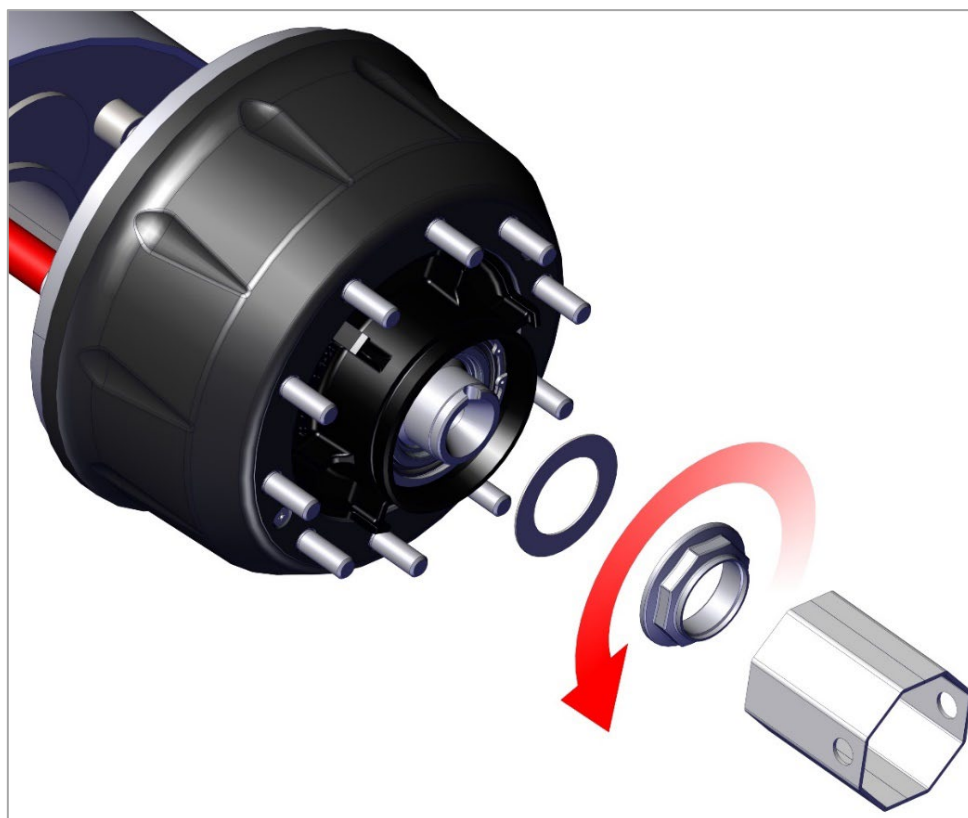

Рис. 15. Снятие гайки подшипников
2) Отверните гайку подшипников ступицы и снимите упорную шайбу (рис. 15).